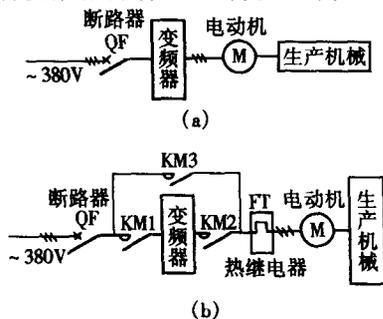

图 1-1-7 变频器输出电路
一般情况下, 应采用直联的方式, 如图 1-1-7(a) 所示。但在必要时, 在一定条件下, 亦是可行的, 通常有以下两种情况。
(1) 工频—变频切换。如图 1-1-7 (b) 所示, 接触器 KM1 、 KM2 同时合上处于变频运行, 这时接触器 KM3 断开, 并要连锁。 KM3 合上处于工频运行, 这时 KM1 、 KM2 断开, 并要连锁。操作时先选运行方式, 再启动变频器。停止时先停变频器再切换 KM1 、 KM2 或 KM3 。不论 KM1 、 KM2 或 KM3 只能起线路隔离的作用, 不能带负荷操作通断, 以确保变频器的使用安全。
值得一提的是，图 1-1-7 (a) 所示电路，是绝不允许在变频器与电动机之间串接交流接触器的，否则极易损坏变频器。